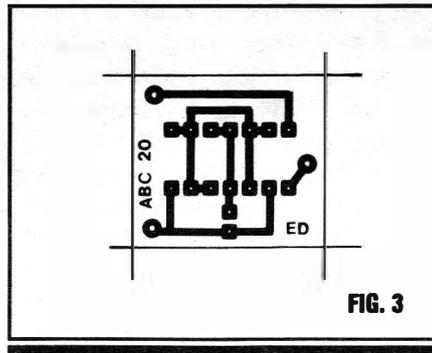

FIG. 3
- No LED, notar que (devido ao **lay out** "espremido" da montagem...) usamos uma estilização particular para a representação do componente no "chapeado", claramente referenciado o terminal de **catodo** (K) pelo lado "chanfrado" da base do componente...
- **FIG. 3 - LAY OUT DO CIRCUITO IMPRESSO ESPECÍFICO** - A plaqueta é vista, em seu padrão mínimo de ilhas e pistas cobreadas, em tamanho natural, bastando copiar ("carbonar") diretamente o dito padrão sobre a face cobreada de um fenolite virgem, nas convenientes dimensões, promovendo em seguida a traçagem, corrosão, limpeza e furação, nos conformes das Instruções já dadas várias vezes no decorrer do nosso "Curso"... Na confecção, cuidado com as estreitas "separações" entre as minúsculas ilhas destinadas à recepção das "perninhas" do Integrado, já que tais localizações são muito propícias ao sur-